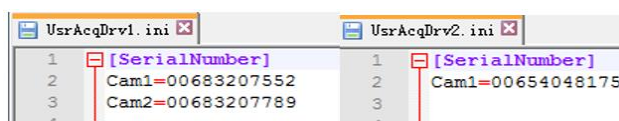
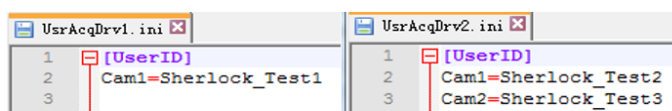

图4-18 通过序列号打开相机
图4-19 通过用户自定义名称打开相机
4. 填入需要打开相机的序列号或者相机的用户自定义名称，如图 4-18 和图 4-19 所示。